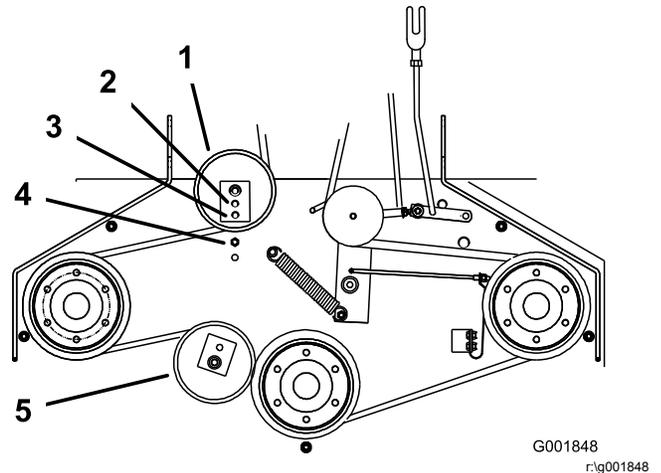

**Figura 44**
3. Afloje la contratuerca del tensor (Figura 44).
- Gire el tensor hacia la parte delantera del cortacésped para reducir la tensión de la correa (Figura 44).